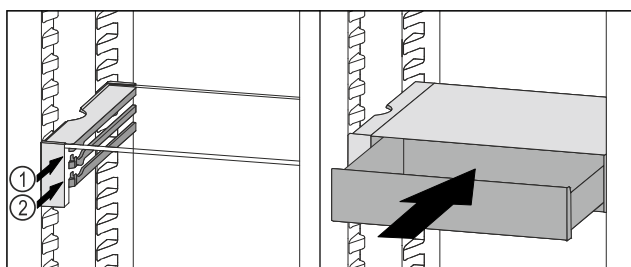

Fig. 100
- ▶ Nasaďte zásuvku VarioSafe za zářezky na požadovaném žebro Fig. 100 (1) nebo Fig. 100 (2).